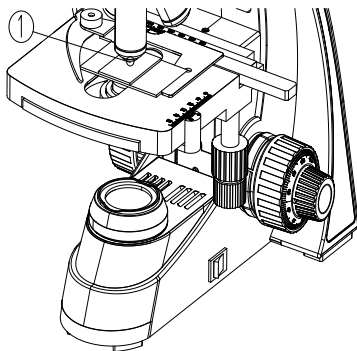

Figure 15
2. Appliquez une goutte d'huile ① sur l'échantillon (voir la figure 15).